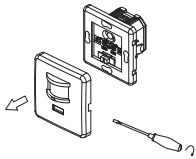

Рис. 3
- Зніміть передню панель датчика, налаштуйте час та рівень освітлення (Рис. 3);